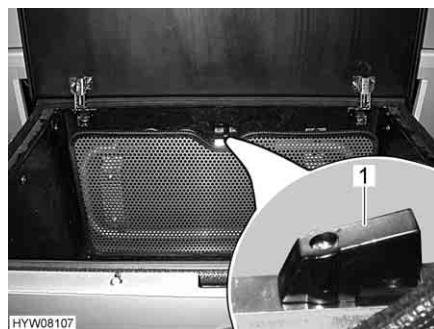

Fig. 164 Rubinetto per gavone estraibile sottopavimento
- Posizionare la leva (Fig. 164,1) del rubinetto parallelamente alla tubazione.
- Posizionare la leva (Fig. 164,1) del rubinetto trasversalmente alla tubazione.